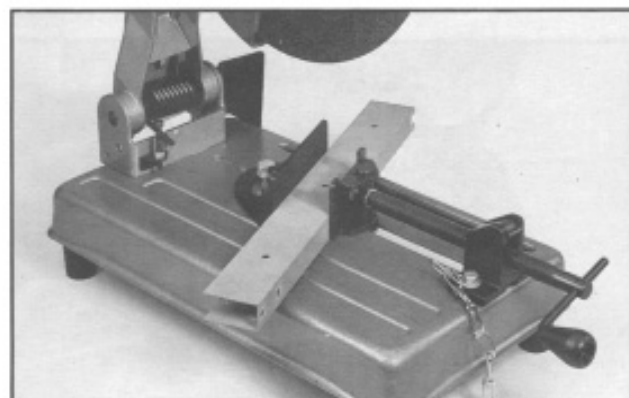

Fig. 13
2. La FIG.13 montre une pièce à couper serrée dans l'étau et positionnée pour une coupe en angle.